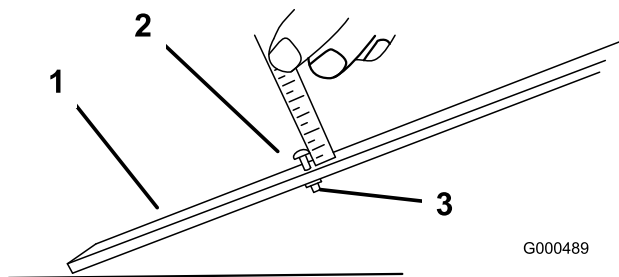

Figure 15
2. Desserrez l'écrou du gabarit et tournez le boulon de réglage de manière à obtenir la hauteur de coupe voulue (Figure 15). L'écartement entre la base de la tête du boulon et la face du gabarit correspond à la hauteur de coupe.